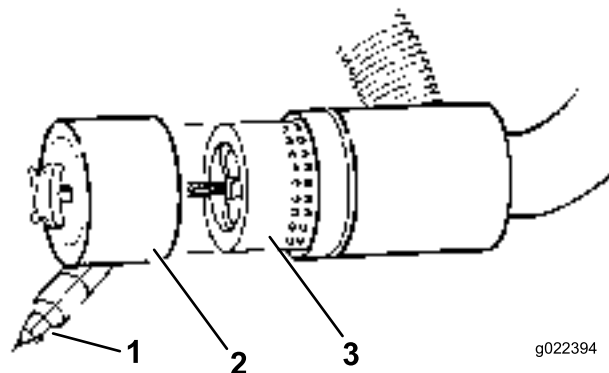

Figura 49
3. Retire e substitua o filtro (Figura 49).